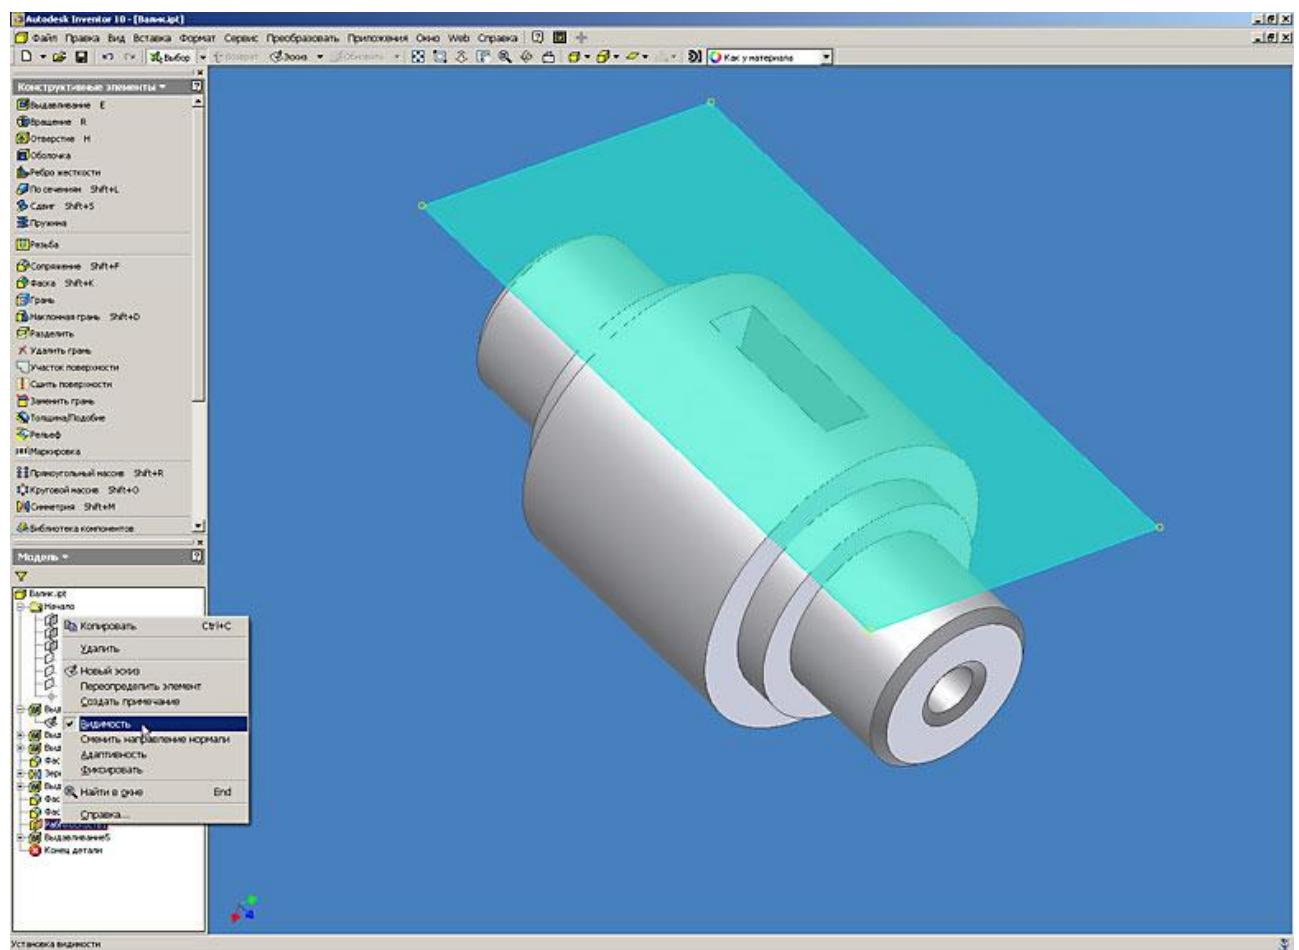

Рис. 17. Autodesk Inventor. Работа с конструктивными элементами (выдавливание)
17. Для удобства представления модели отключим видимость вспомогательных элементов (рабочей плоскости). Для этого в браузере модели выбираем вспомогательный элемент, и после нажатия правой кнопки мышки, снимаем флајок с пункта меню “Видимость” (рис. 17).